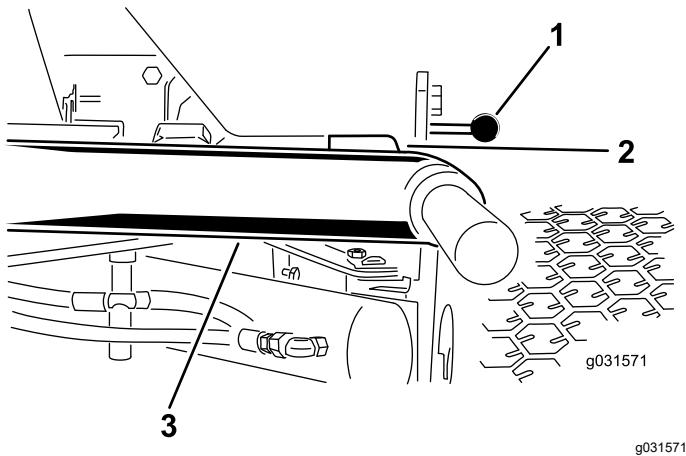

Figura 12
- Ligue o motor, eleve as unidades de corte e certifique-se de que a folga entre cada braço de elevação e o suporte da placa do chão é de 5 a 8 mm, conforme se mostra na Figura 12.